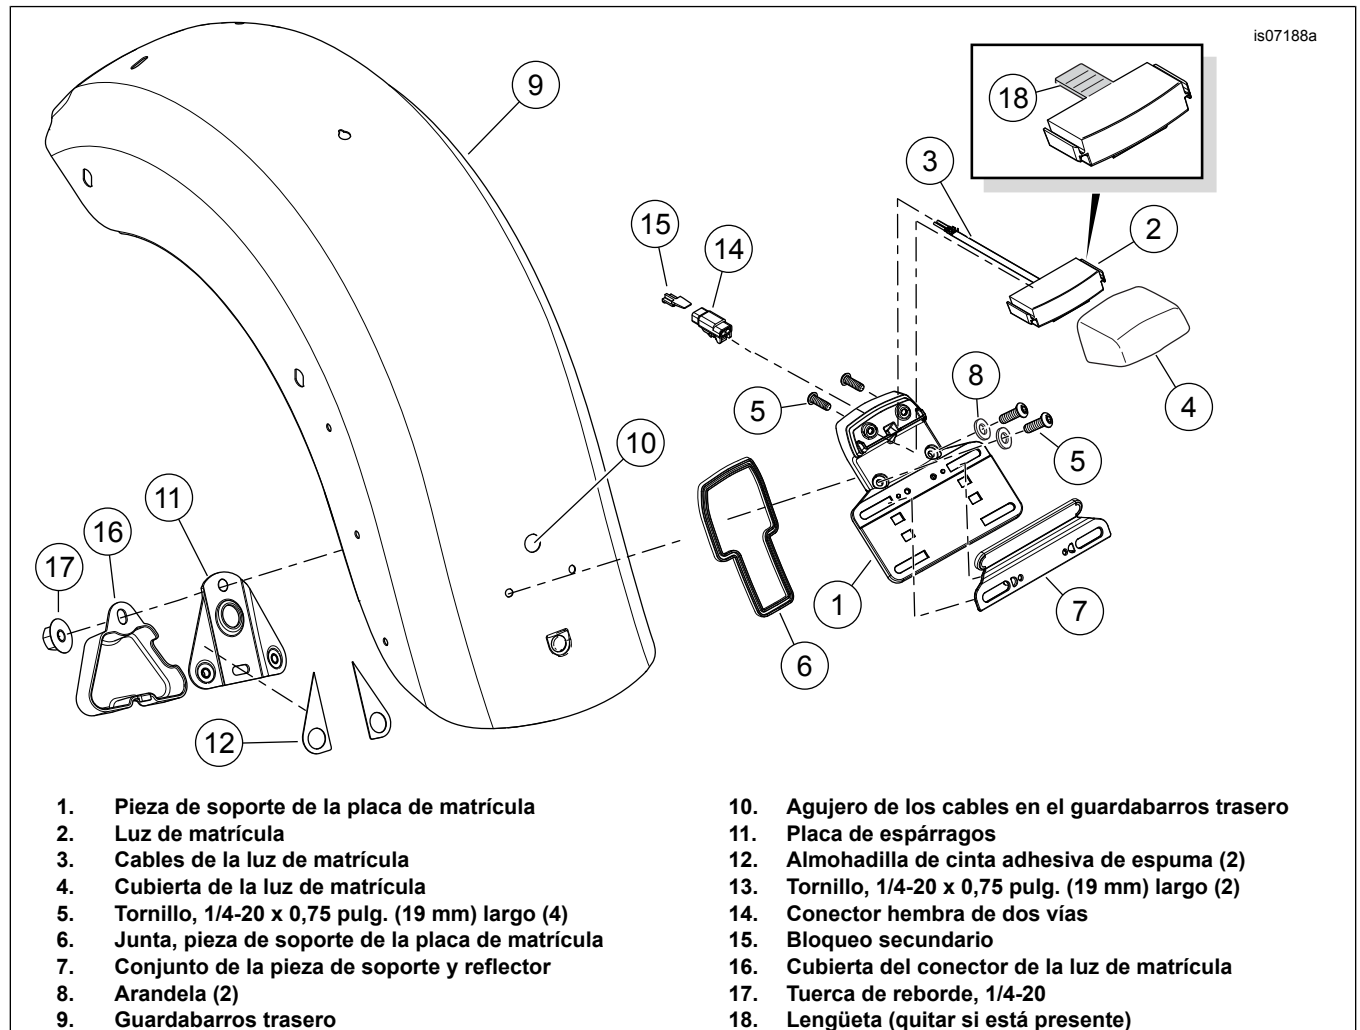

Figura 3. Instalación de la luz de la placa de matrícula y pieza de soporte
Algunas luces de matrícula tienen una lengüeta (consulte el recuadro de la Figura 3, artículo 18) que impide la instalación. Quite la lengüeta antes de seguir.
1. Vea la Figura 3. Arme la luz de matrícula (2) y la cubierta (4) en la pieza de soporte de la placa de matrícula (1).
2. Apriete los tornillos (5).